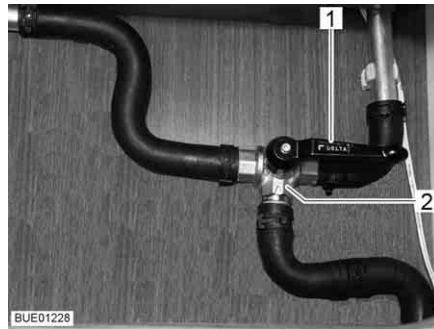

Bild 169 3-vägsventil
- Ställ spaken (Bild 169,1) till 3-vägsventilen (Bild 169,2) parallellt med den raka genomflödesriktningen (Bild 169).
- Ställ spaken (Bild 169,1) till 3-vägsventilen (Bild 169,2) tvärs mot den raka genomflödesriktningen.